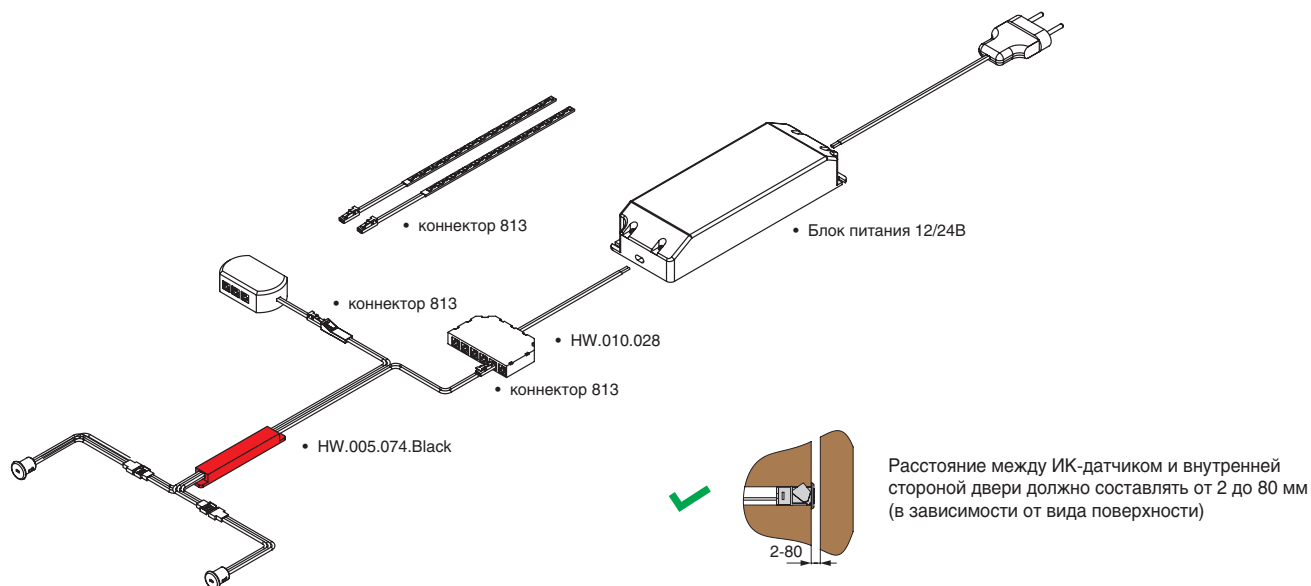

Рис.2
- Соедините источник питания постоянного напряжения 12В/24В с датчиком (Рис.2).